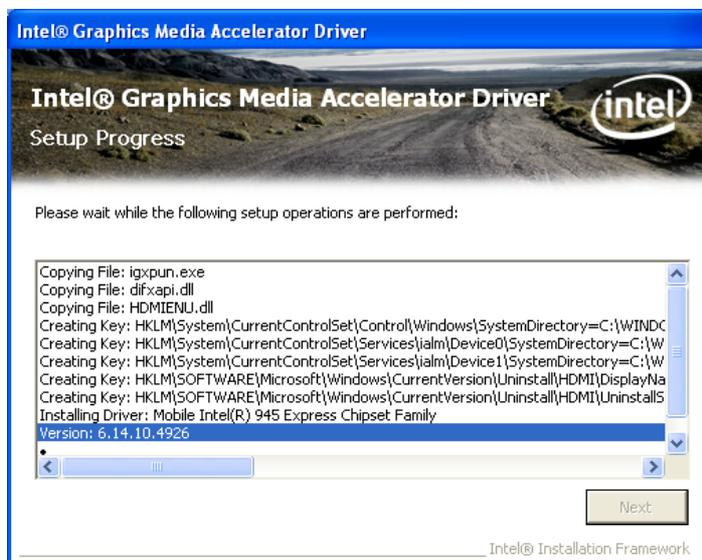

Abbildung 7-13: VGA-Treiber Installationsfortschritt
Schritt 13: Die erforderlichen Dateien werden installiert (**Abbildung 7-13**).